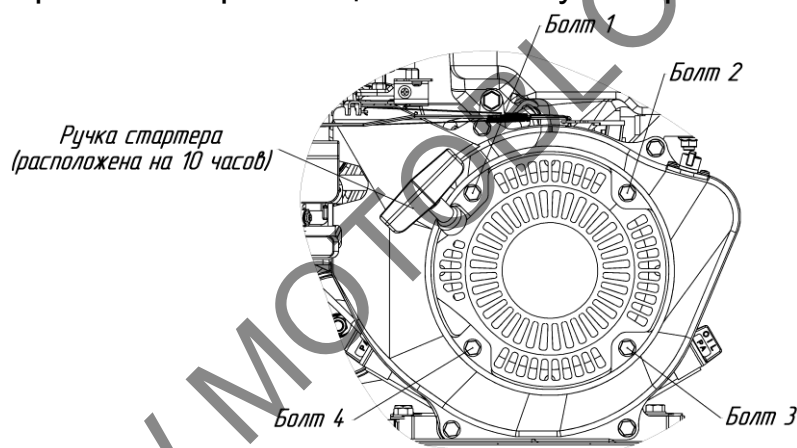

Рис.14 Схема крепления стартера на двигателе
- открутить 4 болта (см. рис.14);
- установить стартер на место таким образом чтобы ручка стартера была расположена на 10 часов (см. рис.14);
- закрутить 4 болта (см. рис.14).